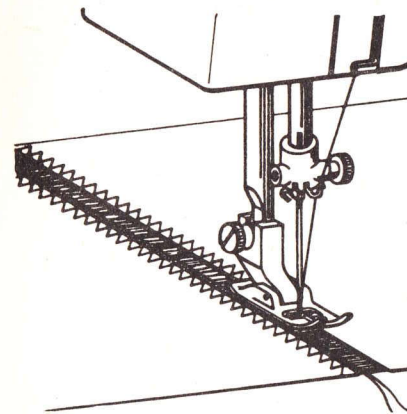

Abb. 52
38. Befestigung von Hohlsäumen oder Fransen (Abb. 52)